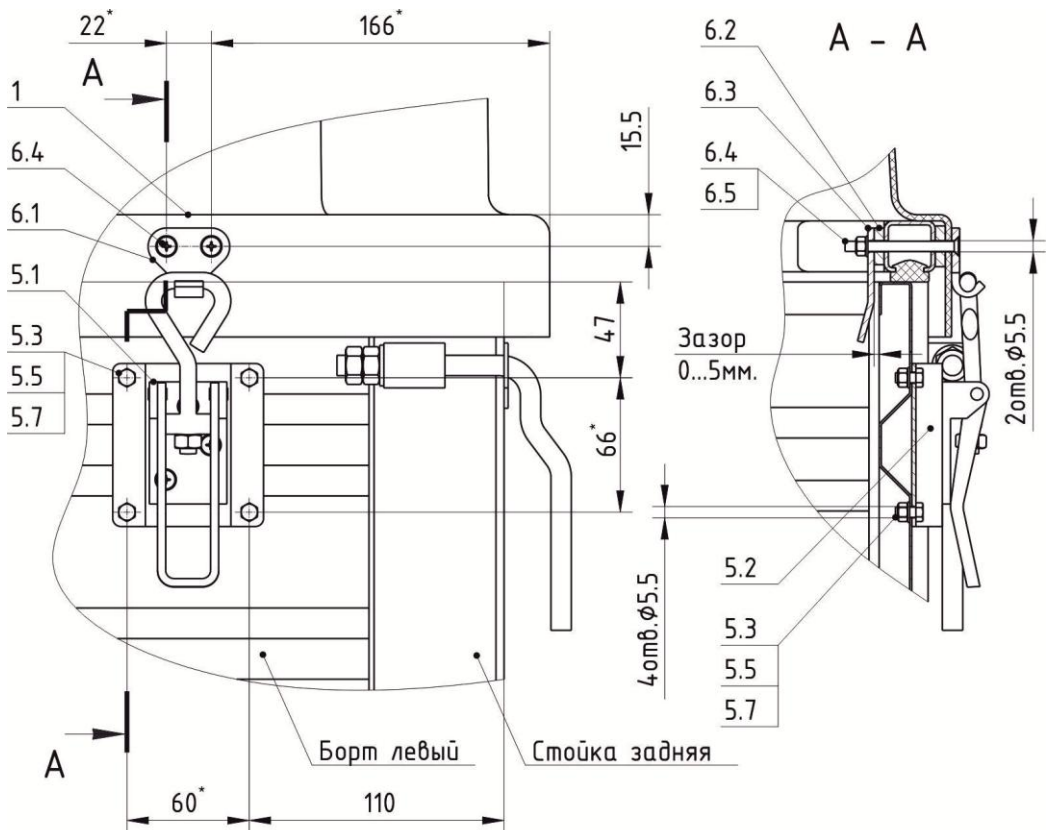

Рисунок 3.
16. В подготовленные отверстия, в задней части крышки установить в соответствующем порядке (рис. 3, сечение А-А) винты 6.4, крючок 6.1, проставочную пластину 6.2 и ловушку 6.3.
20. Просверлить отверстия  $\phi 5.5$ мм под замки 5, используя подставку замка 5.2 как шаблон (рис. 3).